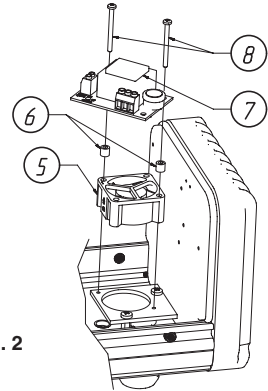

Fig. 2
- Nun kann der Ventilator (5) mit den Distanzstücken (6) und dem Schaltkreis, der dem Kit beiliegt, mit Hilfe der Befestigungsschrauben (8) als Packen fixiert werden (Abb. 2).